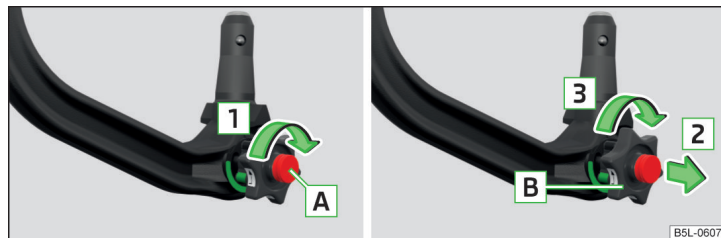

Fig. 145 Deblocarea încuietoarei / scoaterea și rotirea roțiței
- Rotiți cheia **A** în sensul săgeții **1** până la limită » fig. 145.